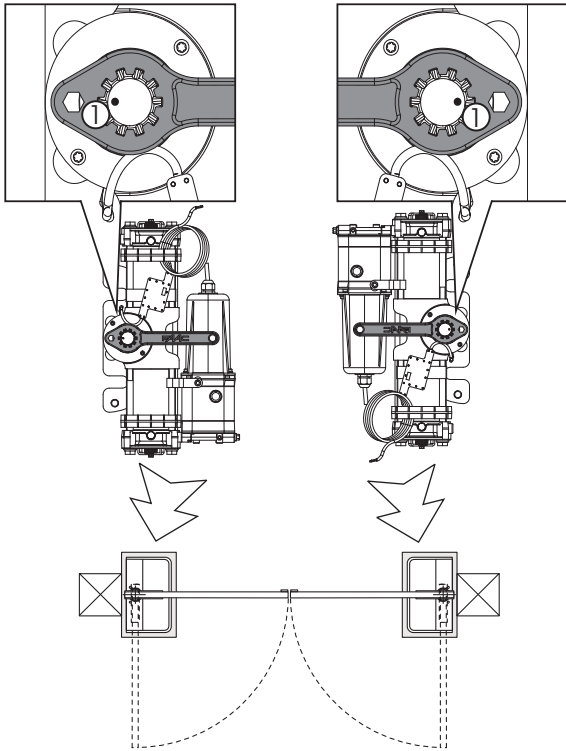

Fig.6
- 6) Sans déplacer le pignon, introduire sur l'opérateur la clé fournie en dotation (Vérifier la position du burin sur le pignon Fig.6 réf.①) et tourner éventuellement le pignon pour corriger la position (Important pour le couplage correct pignon-douille rainurée lors du montage).